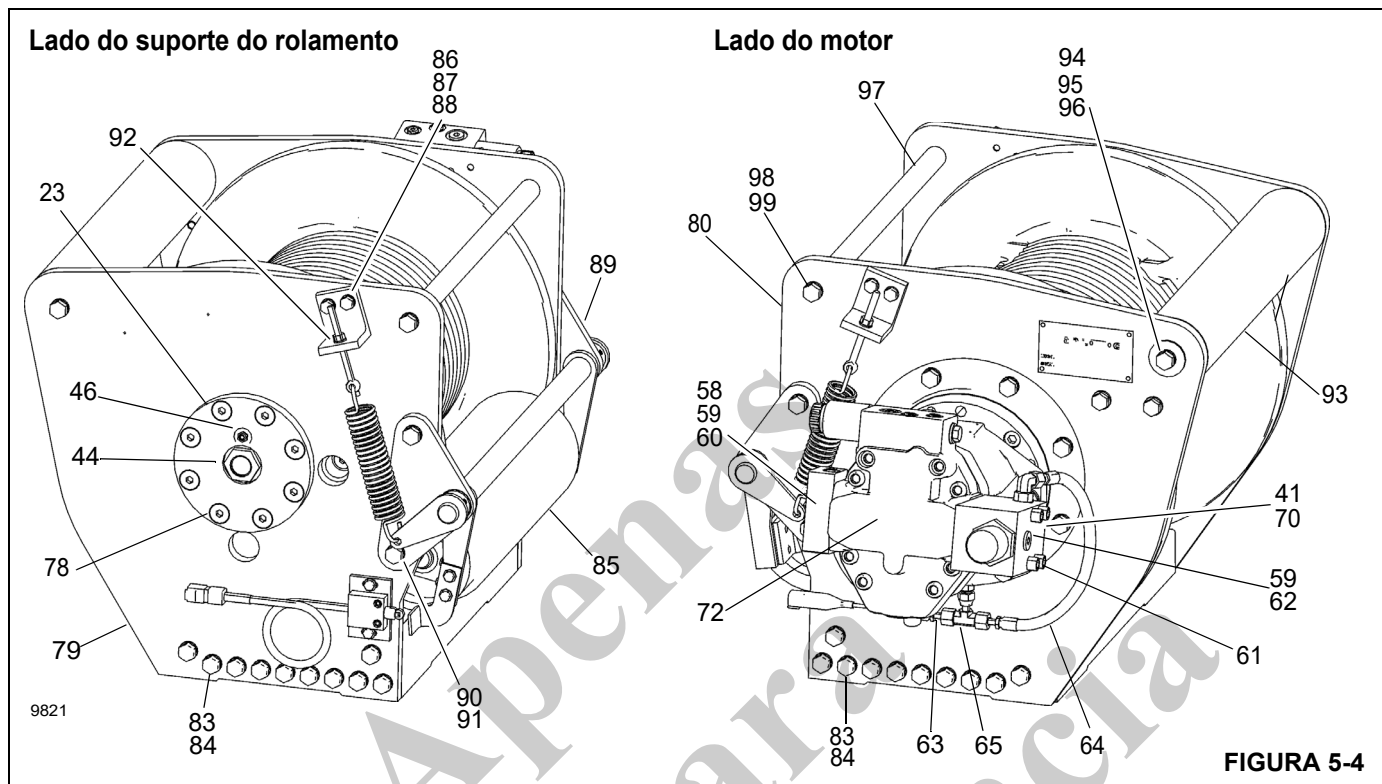

FIGURA 5-4
Consulte a Figura 5-4 e Figura 5-5 e a Lista de peças do guincho na página 5-8 para desmontar o guincho.
3. Remova o conjunto do rolo (85, Figura 5-4). Para obter mais informações, consulte *Conjunto do rolete*, página 5-10.
5. Remova o indicador visual de nível do óleo (44).
6. Remova o bujão de respiro (46).
8. Etiquete e remova as mangueiras hidráulicas (63 e 64) que conectam a válvula do freio (62) e o coletor (60) ao cilindro do freio (1).
9. Remova os parafusos (70) e arruelas (41) que fixam o motor (72) e eleve o motor para fora do guincho. Remova e descarte o anel de vedação (33) instalado no piloto do motor.
10. Etiquete e remova as mangueiras (63 e 64) e as conexões (65) do orifício de liberação do cilindro do freio.
14. Remova a placa lateral da extremidade do motor (80).
15. Usando dois pés-de-cabra tipo esporão posicionados entre o transportador planetário primário e o fechamento do tambor, force para cima para remover o fechamento do tambor (25). Remova e descarte o anel de vedação (28) do lado externo do fechamento do tambor (25). Alguns fechamentos de tambor têm furos de olhal de elevação roscados 3/8–16 que podem ser utilizados em vez dos pés-de-cabra.
16. Remova a vedação (29) e o rolamento (26) de dentro do fechamento.
17. Remova a engrenagem solar primária (35) e a arruela de encosto (31) do transportador planetário primário (10).
18. Remova o transportador planetário primário (10) do tambor. Consulte *Conjunto do planetário*, página 5-11 para obter informações adicionais.
19. Remova a engrenagem solar de saída (34) e a arruela de encosto (43) do transportador planetário de saída (16).
20. Remova o transportador planetário de saída (16) do tambor. Consulte *Conjunto do planetário*, página 5-11 para obter informações adicionais.
21. Coloque o guincho sobre a extremidade do motor, com o suporte do rolamento voltado para cima. Remova os oito parafusos de suporte do rolamento (78, Figura 5-4) e o suporte do rolamento (23, Figura 5-4 e Figura 5-5), tendo cuidado para não danificar a vedação ou as superfícies do rolamento.
22. Deslize o tambor para fora da base sobre uma bancada de trabalho e remova a vedação (27) e o rolamento (26) da extremidade do suporte.
14. Instale as mangueiras (63, 64, Figura 5-4) e conexões (65) no orifício de liberação do cilindro do freio.
16. Engate o eixo do motor com a pista interna da embreagem do freio e abaixe o motor até sua posição. Aperte os parafusos (70) e as arruelas de pressão (41) com o torque recomendado.
17. Instale as mangueiras (63, 64, Figura 5-4) que conectam o coletor (60) e a válvula do freio (62) ao cilindro do freio (1).
18. Instale o conjunto do rolo (85). Para obter mais informações, consulte *Conjunto do rolete*, página 5-10.
20. Instale o indicador visual de nível do óleo (44).
21. Instale o bujão de respiro (46).